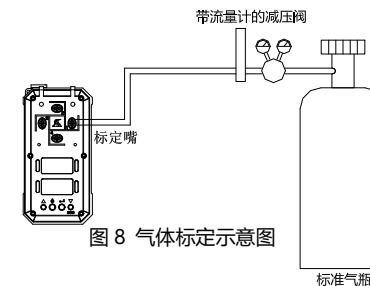

图 8 气体标定示意图
- 气体标定: 传感器通入一定浓度的标准气体 (用气管插在进气口上), 流量为 100ml/min, 如 CO 50PPM, 进入相对应气体的放大设置界面进行调整, 使副屏幕指示“50”等主屏幕 CO 显示数值稳定后, 再按确定键即可。(如图 8)